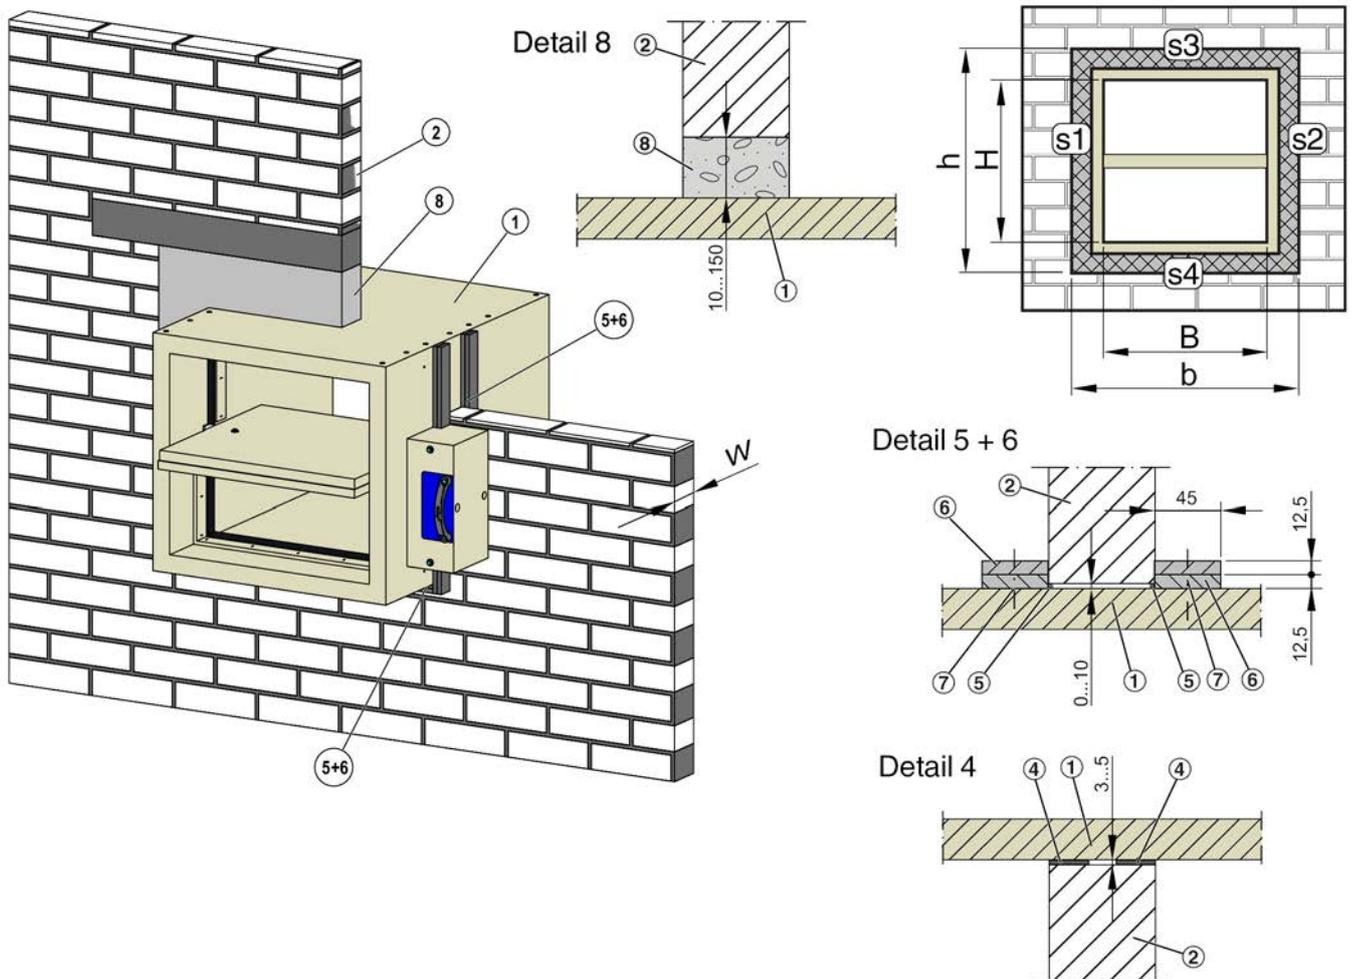

Fig. 13: Instalación sin moerto seco-húmedo en pared maciza, variante 2a, índice de clasificación: v_{ew}
- Realizar la abertura de instalación en cumplimiento con Fig. 13 .